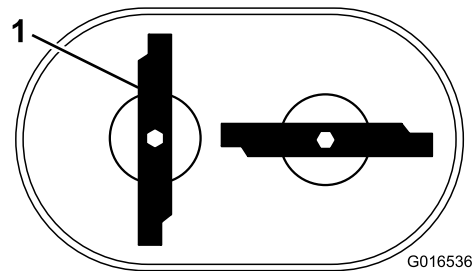

Figuur 45
2. Ondersteun de messen met een plank en draai de mesbout rechtsom met een momentsleutel zoals in Figuur 45; draai de mesbout aan met 82 N·m.